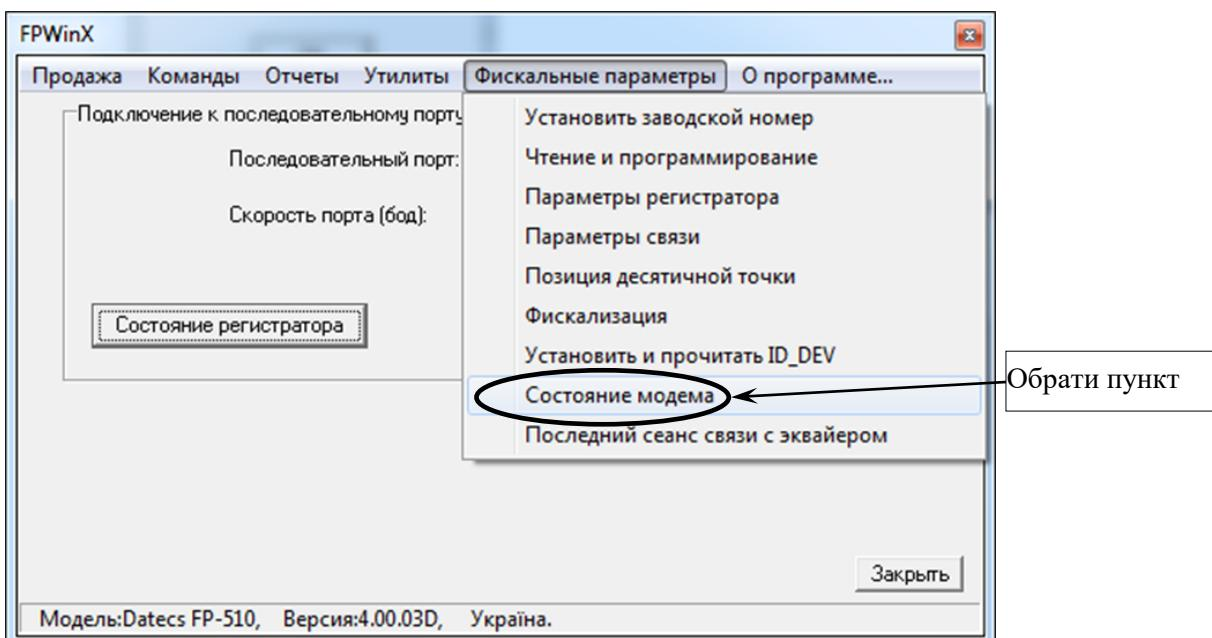

Рисунок 28
5.12 Перевірити стан модему реєстратора – у вікні програми «FPWinX.exe» обрати закладку «Фискальные параметры», далі у випадаючому меню обрати пункт «Состояние модема» (рисунок 28).